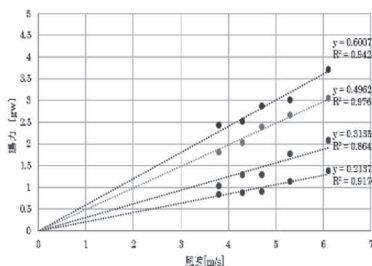
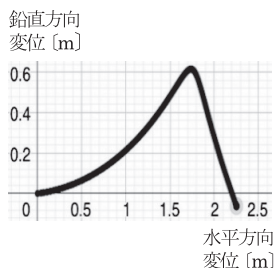

図6
図7
- (2) 実験によりマグヌスコップにかかる揚力は一乗に比例する（図6）ことがわかりました。また、運動方程式を用いて現実にかなり近い軌道を得ることができました（図7）。